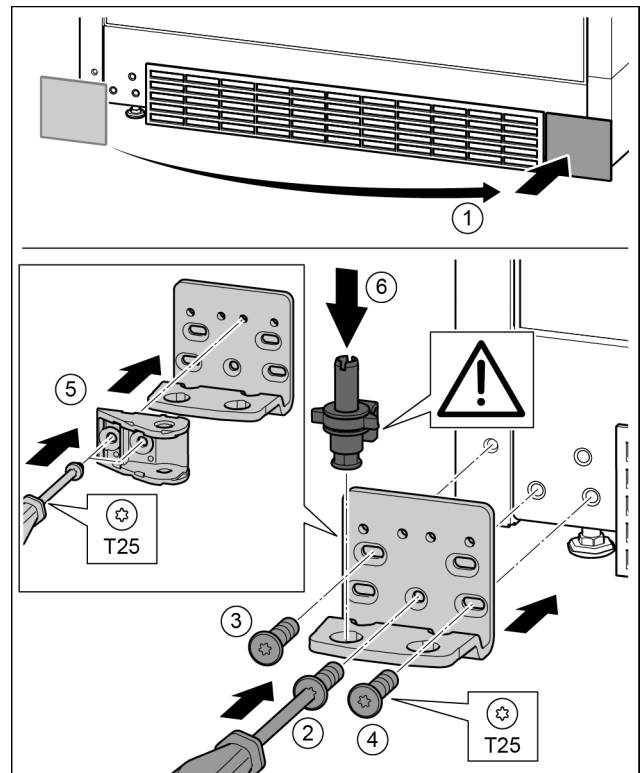

Fig. 31
- ▶ Afdekking eraf halen en op de andere kant aanbrengen. Fig. 31 (1)
- ▶ Lagerbus op de andere kant aanbrengen en met behulp van een schroevendraaier T25 vastschroeven. Met schroef 2 onder in het midden beginnen. Fig. 31 (2)
- ▶ Schroef 3 en 4 vastschroeven. Fig. 31 (3, 4)
- ▶ Sluitdemperverbinding 180° draaien. Aan de andere kant van de lagerbus met schroevendraaier T25 vastschroeven. Fig. 31 (5)
- ▶ Lagerbout volledig aanbrengen. Let op dat de vergrendelnok naar achter wijst. Fig. 31 (6)